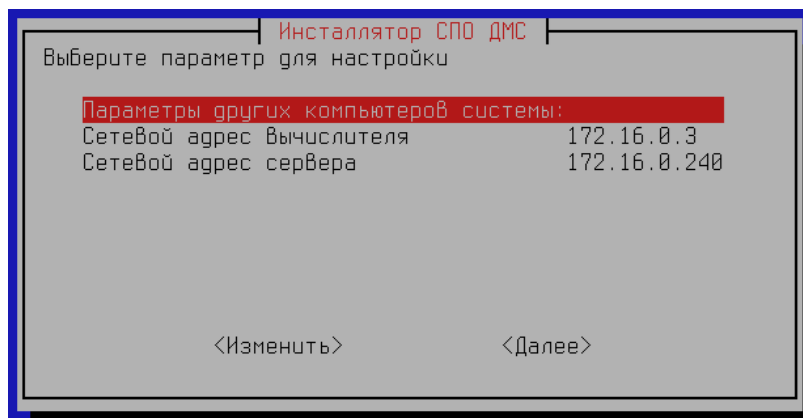

Рисунок 22 — Установка IP-адреса вычислителя и сервера баз данных
3) Если АРМ-О не конфигурируется с функцией вычислителя и функцией сервера баз данных, а также при установке СПО дополнительного АРМ-О, необходимо указать IP-адрес сервера оборудования (вычислителя) и сервера баз данных (Рисунок 22):